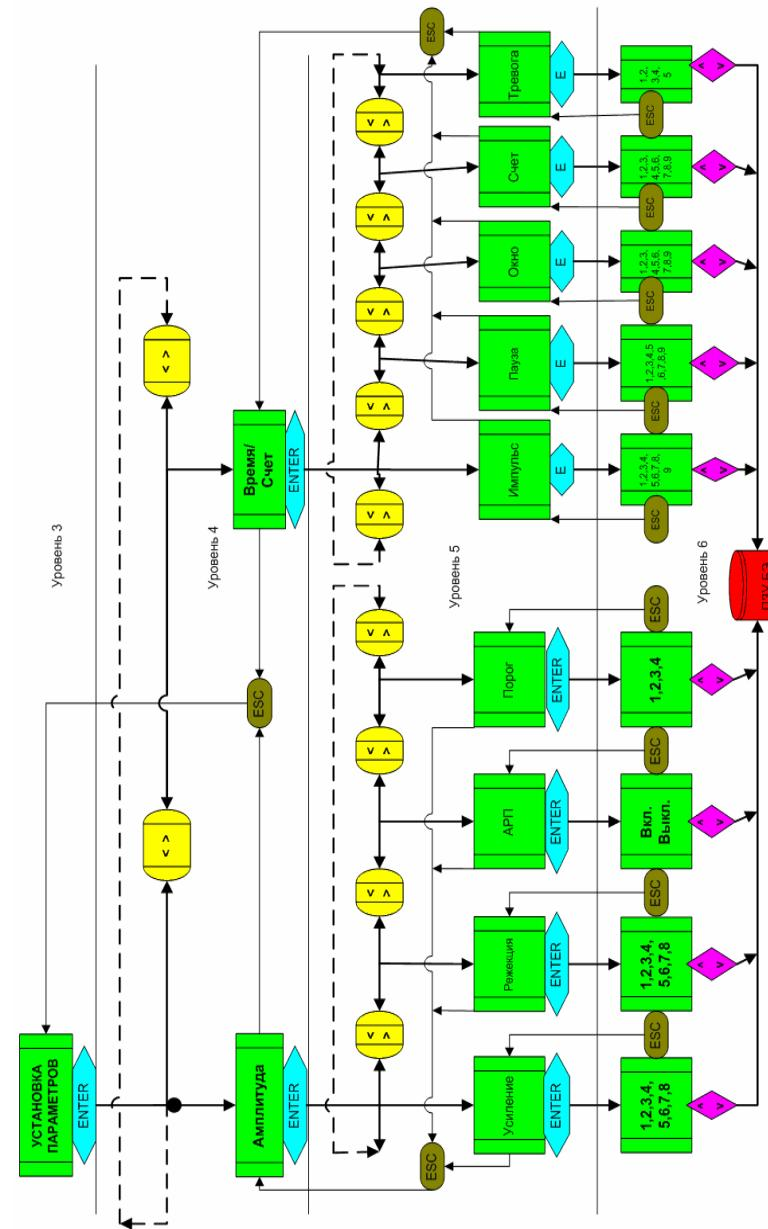

Рис. 3.6. Структурная схема раздела «УСТАНОВКА ПАРАМЕТРОВ» меню ПУ
На рис. 3.6. изображена структурная схема раздела «УСТАНОВКА ПАРАМЕТРОВ», включающая 3-й, 4-й, 5-й и 6-й уровни системного меню. Перемещение по 5 уровню осуществляется с помощью клавиш «→» или «←». Переход с 5-го на 4-й уровень меню осуществляется нажатием клавиши «ESC» на ПУ.
- 3.2.3.2. С помощью клавиши «ESC» перейти на 3-й уровень меню, с помощью клавиши «→» осуществить переход в раздел «УСТАНОВКА ПАРАМЕТРОВ» (рис. 3.6.). Нажав клавишу «ENTER», перейти на 4-й уровень меню в подраздел «Амплитуда»; нажав клавишу «ENTER», перейти на 5-й уровень меню в параметр «Усиление»; нажав клавишу «ENTER», перейти на 6-й уровень в режим установки усиления. С помощью клавиши «↑» или «↓» осуществить установку числа «1» – минимального усиления. Нажав несколько раз клавишу «ESC», перейти на 3-й уровень меню, с помощью клавиши «→» или «←» осуществить переход в раздел «TEST». Далее повторить процедуру по п. 3.2.3.1, убеждаясь, что и при минимальной чувствительности изделие вырабатывает сигнал тревоги в ответ на тест.
3.2.4.2. В первую очередь необходимо установить начальное «среднее» усиление в тракте обработки сигнала. Для этого в разделе «УСТАНОВКА ПАРАМЕТРОВ» (рис. 3.6.) нажать клавишу «ENTER» и войти в подраздел «Амплитуда»; нажать клавишу «ENTER» и войти в параметр «Усиление», еще раз нажав клавишу «ENTER», войти в числовое меню параметра. Используя клавиши «↑» или «↓», установить параметр «4», соответствующий среднему значению усиления. Нажав клавишу «ESC» несколько раз, подняться на 3-й уровень системного меню.
«УСТАНОВКА ПАРАМЕТРОВ» (рис. 3.6.), затем проходим последовательно на подраздел «Амплитуда» (4-й уровень), далее в параметр «Режекция» (5-й уровень) и на 6-й уровень числовых значений этого параметра.
Для того, чтобы проверить правильность выбора числового параметра «Режекция», необходимо в разделе «УСТАНОВКА ПАРАМЕТРОВ» и подразделе «Амплитуда» (рис. 3.6.) изменить числовой параметр «Режекция» в пределах  $\pm 1$ . Затем в подразделе «КТ5; КТ6» раздела «КОНТРОЛЬНЫЕ ТОЧКИ» аналогичным образом определить усредненные оценки  $A_{5/6}$  и убедиться, что они меньше величины, полученной ранее.
3.2.5.1. При настройке чувствительности, в подразделе «Амплитуда» раздела «УСТАНОВКА ПАРАМЕТРОВ» параметр «АРП» (рис. 3.6.) должен быть выключен, т.е. установлен «Выкл».
3.2.5.2. Чувствительность изделия к вибрации СЗ определяется значениями 2-х параметров в системном меню ПУ (рис. 3.6.):